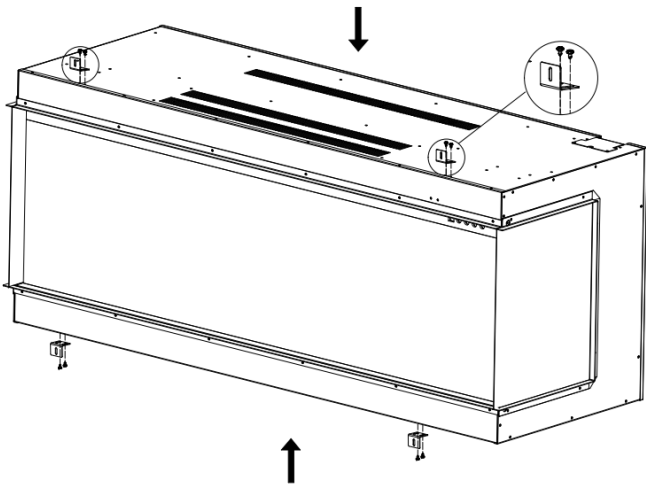

Fig.3-2
5. Fixez les supports en L (I) avec les vis de l'étape précédente. Fig.3-2